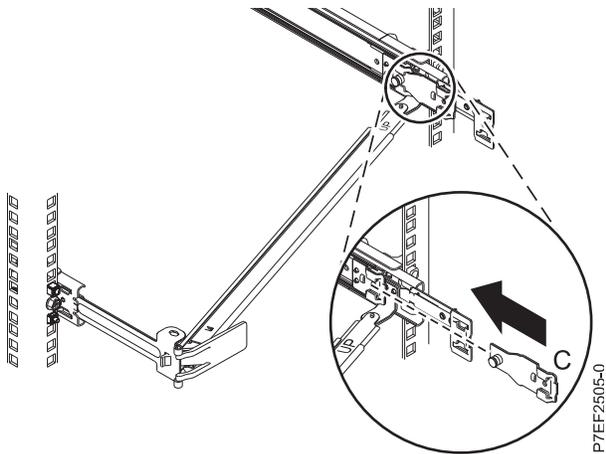

Figure 14. Installation du support de fixation dans la glissière
6. Fixez le crochet de montage (C) à l'emplacement situé à l'intérieur de la glissière droite en le faisant glisser dans la glissière jusqu'à ce que le taquet à ressort se mette en place. Pour plus de détails, voir la figure 14, à la page 11.